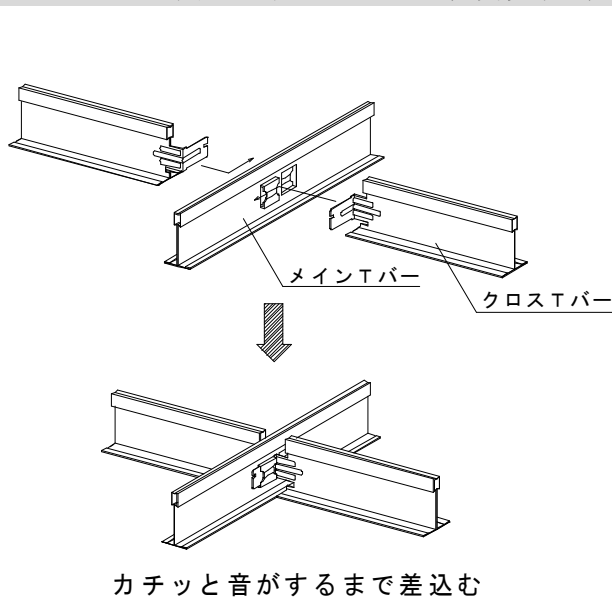
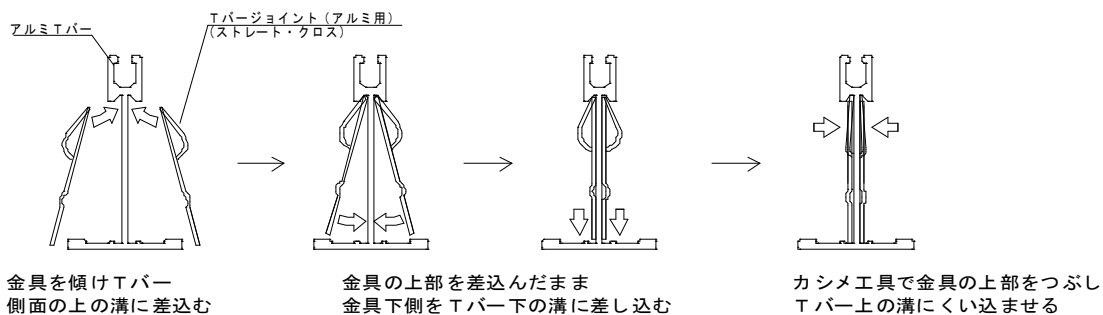

図2-7-13 クロスバー取付け(スチール)
図2-7-15 Tバージョイント(アルミ用)の取付け方
- ⑧メインTバーとガラスウール浮き上がり防止の野縁を取付けた後にメインTバーと直交するクロスTバーを接続する。(図 2-7-13～図 2-7-15 参照)